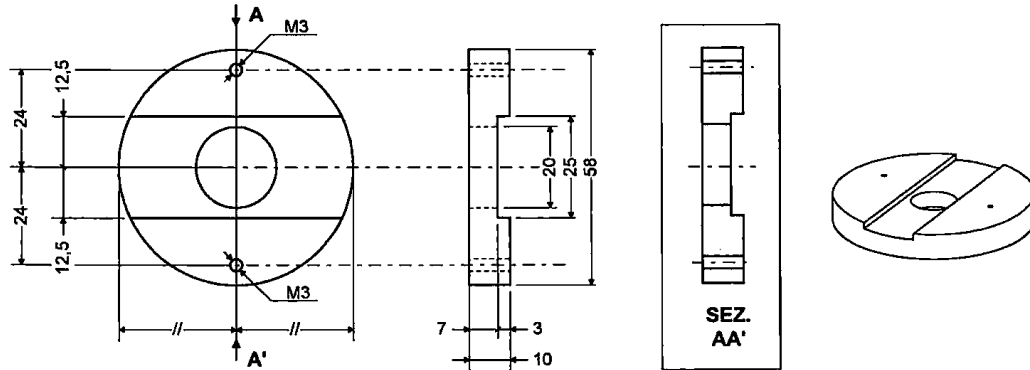

Fig.2
Si devono realizzare 3 copie di un particolare meccanico in ottone come da disegno seguente (Fig.2):
- 1) Si descriva la procedura per realizzare il particolare meccanico di Fig.2 elencando i passaggi principali per realizzarlo a partire dalla scelta dei grezzi;